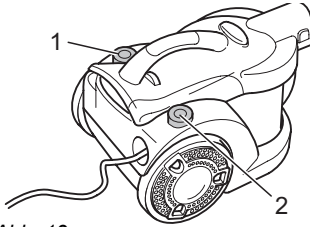

Abb. 13
1. Schalten Sie den Bodenstaubsauger am Ein-/Aus-Schalter (Abb. 13/1) aus und ziehen Sie den Stecker aus der Steckdose.
3. Drücken Sie die Kabelaufrolltaste (Abb. 13/2), um das Stromkabel einzuziehen.